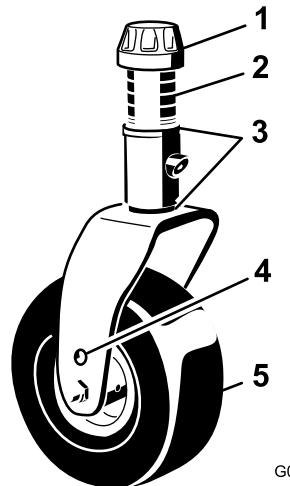
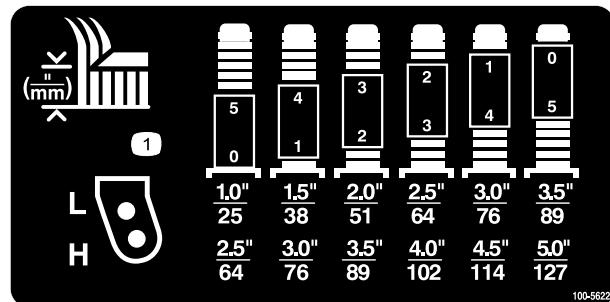
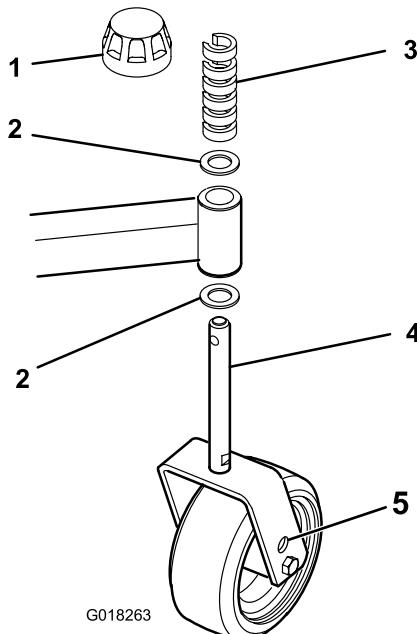

Figure 7
Figure 8
Figure 9
2. Placez les essieux des roues pivotantes dans les mêmes trous sur toutes les fourches. Pour choisir les trous corrects pour la hauteur de coupe requise, reportez-vous à Figure 7, Figure 8 et Figure 9.
1. Enlevez le chapeau de tension de l'axe de pivot (Figure 7) et sortez l'axe du bras pivotant. Replacez les 2 cales
Pour déterminer les combinaisons d'entretoises requises pour les différentes hauteurs de coupe, reportez-vous à la Figure 8.
1. Enlevez le chapeau de tension de l'axe de pivot (Figure 9)